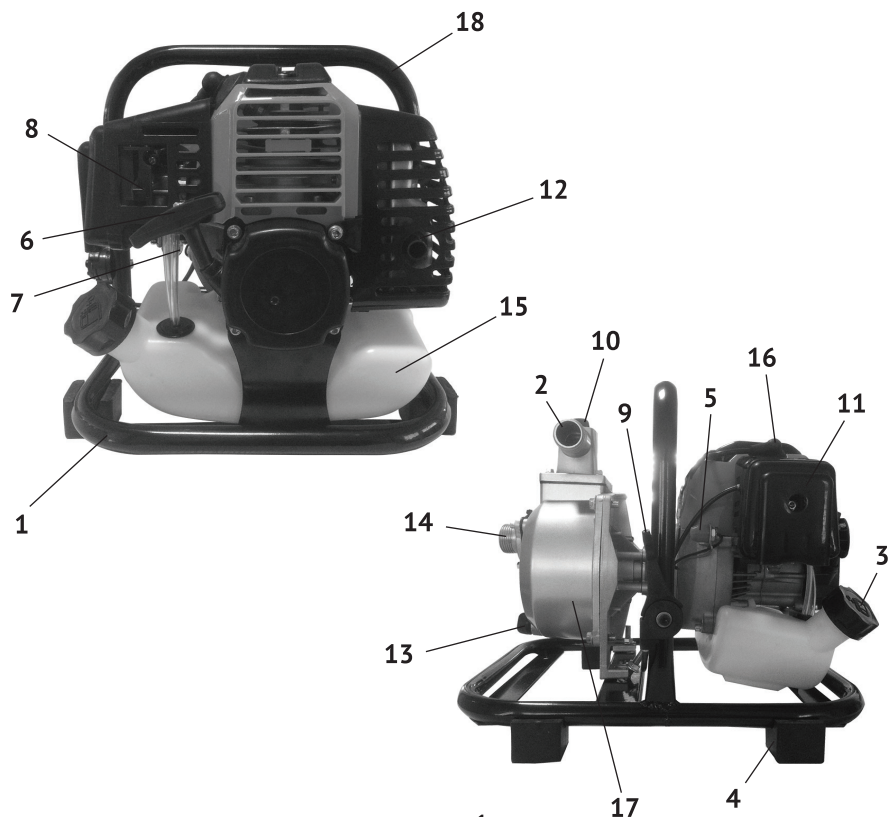

рис.1
2.4 Общий вид мотопомпы представлен на рис.1
Открутите крышку (рис.1 поз.3) топливного бака (рис.1 поз.15). Заливайте топливо в бак не более чем на 1 см ниже уровня основания заливной горловины. Перед запуском двигателя тщательно протрите топливный бак, удалив возможные при заправке брызги топлива.
Установите раму (рис.1 поз.1) мотопомпы на ровной, твёрдой поверхности. Для надёжной работы двигателя угол наклона от горизонтали не должен превышать 10°.
- нажмите 3 – 5 раз на кнопку ручной подкачки топлива - праймер (рис.1 поз.7);
- установить рычаг воздушной заслонки (рис.1 поз.8) в крайнее верхнее положение - „закрыто“ при пуске холодного двигателя, или в промежуточное положение при прогревом двигателя;
- поставьте рычаг управления дроссельной заслонкой (рис.1 поз.9) в среднее положение между холостым ходом и «Максимум»;
- резко, с усилием потяните рукоятку стартера (рис.1 поз.6) до упора, повторите действие ещё раз, если двигатель не завёлся.
После прогрева двигателя в течение 10-40 секунд (в зависимости от начальной температуры), переведите рычаг воздушной заслонки (рис.1 поз.8) в крайнее нижнее положение - „открыто“.
Производительность насоса контролируется настройкой скорости работы двигателя. Перемещение рычага управления дроссельной заслонкой (рис.1 поз.9) в направлении «Максимум» - увеличивает производительность насоса, перемещение его в направлении холостого хода уменьшает производительность.
- передвиньте рычаг управления дроссельной заслонкой (рис.1 поз.9) в положение холостого хода;
- нажмите выключатель зажигания (рис.1 поз.5) и удерживайте его до оста-
После окончания работы удалите пробку слива воды (рис.1 поз.13) и опорожните камеру насоса. Снимите пробку заливной горловины (рис.1 поз.10) и промойте насос чистой свежей водой. Дайте воде стечь из камеры насоса, а затем установите обратно пробку заливной горловины и пробку слива воды.